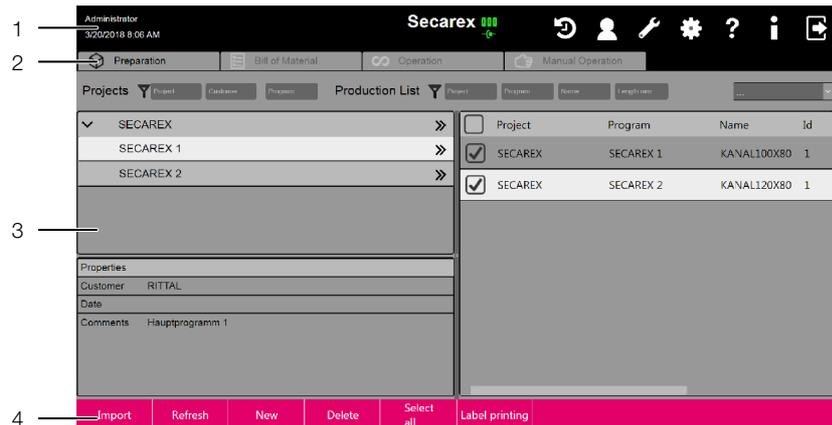

Imagen 6: Diseño de las pantallas
En caso de utilizar la base de datos mencionado anteriormente, antes de crear una lista de producción debería realizarse una actualización pulsando el botón «Actualizar» (imagen 6, pos. 4). Solo así se mostrarán en el software Secarex todos los proyectos de la base de datos actual.